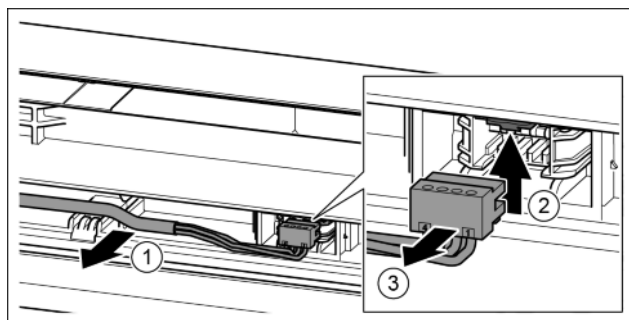

Fig. 24
- ▶ Ostrożnie wyjąć szary kabel z prowadnicy w drzwiach. Fig. 24 (1)
- ▶ Nakładkę wcisnąć w górę. Fig. 24 (2)
- ▶ Ostrożnie wyjąć wtyczkę. Fig. 24 (3)